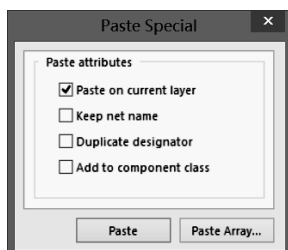
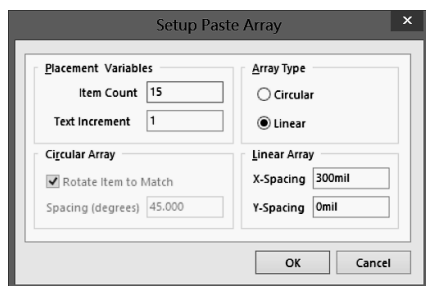

图 8-2-3 特殊粘贴对话框
图 8-2-4 Setup Poste Array 对话框
(2) 选中开关 S1，然后单击复制按钮，或者在主菜单中执行菜单命令 Edit→Copy，或按【Ctrl】+【C】组合键，启动复制命令。此时，选中的图元对象将被添加到剪贴板中。
(3) 在主菜单中执行菜单命令 Edit→Paste Special，打开 Paste Special 对话框。如图 8-2-3 所示。设置粘贴属性，图 8-2-3 中所列的粘贴方式有如下几种。
① Paste on current layer 粘贴在当前层，将对象粘贴在当前的工作层。
② Keep net name 保持网络名，将保持对象所属的网络名称。
- ③ Duplicate designator 重复的指示器，粘贴的对象与原来的对象具有相同的标号。
- ④ Add to component class 添加到组件类，粘贴的对象与原来的对象属于相同的元器件组。
(4) 在 Paste Special 对话框中单击【Paste Array】按钮，执行数组式粘贴操作，弹出 Setup Paste Array 对话框，如图 8-2-4 所示。如果单击【Paste】按钮，则执行一般的粘贴操作，直接将对象粘贴到目标位置。